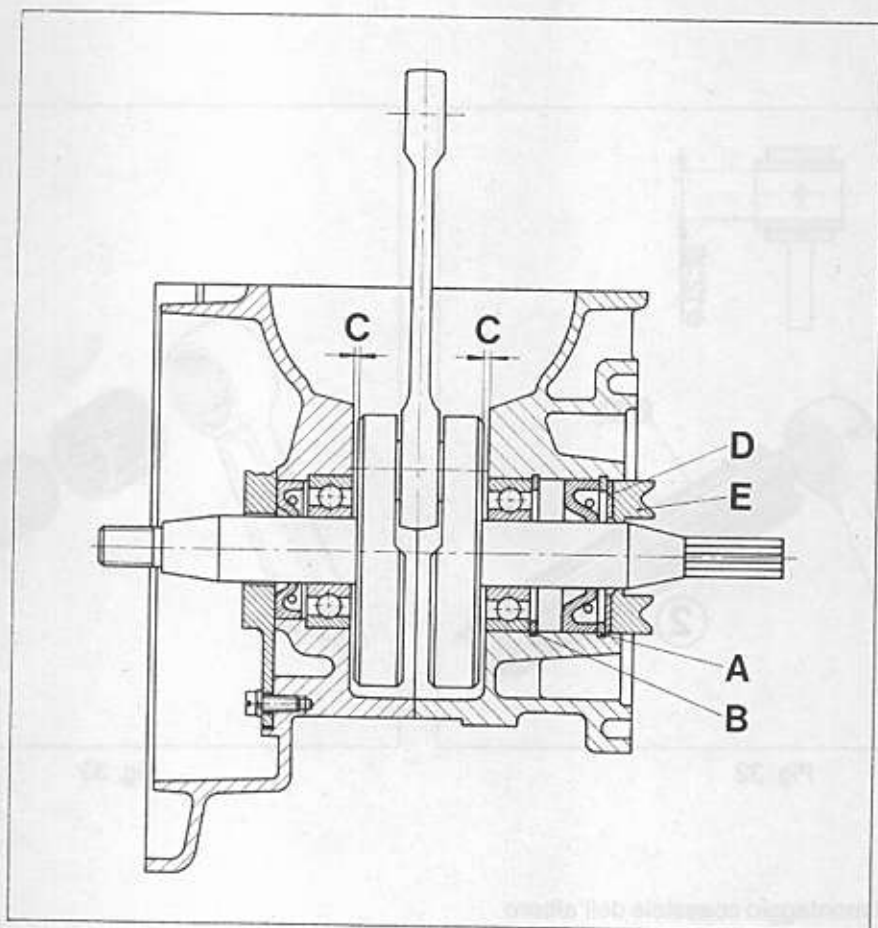

Fig. 35
2. Should water be found in the engine check the crankcase lower part for porosity also making sure there is no water in the gear housing oil (which could be the result of poor tightening of the rubber gasket E, Fig. 35, on the connection shaft protective tube).
1. Insert the flexible protective ring into the lower crankcase half (Fig. 35).
2. Using the tool, Part No. 702.856, press the sealing ring against the protective ring A and insert the protective ring B (Fig. 35).
2. Se viene trovata acqua nel motore controllare il semicarter inferiore; controllare che non vi sia acqua nella scatola cambio (questa potrebbe entrare accanto la guarnizione E Fig. 35)
1. Montare il paraolio nel semicarter inferiore (Fig. 35)
2. Con l'ausilio dell'attrezzo Part. No. 702856 premere il paraolio contro l'anello elastico A e inserire l'anello elastico B (Fig. 35)
9. Inspect the crankshaft the crankcase for symmetrical inseating (the figured dimension C - Fig. 35):
1. Insert the washer D and, **without fail, the new** rubber stopper E (Fig. 35).
3. make sure a washer has been fitted on the connection shaft protective tube (same as the washer D in Fig. 35) and mount the engine onto the upper casing flange.
9. Controllare la simmetria dell'albero motore (dimensione C in Fig. 35)
1. Montare la rondella D e con attenzione il gommino E (Fig. 35)
3. Assicurarsi che la rondella sia stata montata sul tubo di protezione dell'albero di trasmissione (come la rondella D in Fig. 35). Montare il motore sulla flangia superiore.